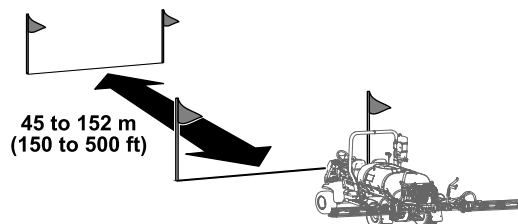

Figura 63
5. Contrassegnate una linea di partenza su un'area di tappeto erboso sulla quale eseguire il test (Figura 63).
3. Premete il pulsante 2 sull'InfoCenter e guidate la macchina fino alla linea di arrivo (Figura 66 e Figura 63).